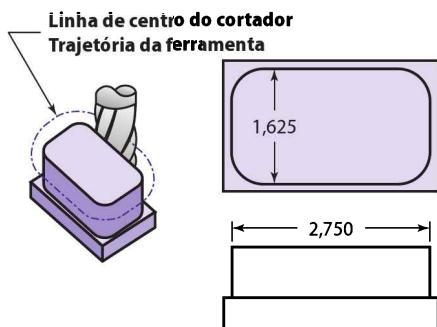

Figura 8-21 Calcule a mudança de deslocamento necessário.
2. Observe a Figura 8-21. Após a usinagem e a medição do perfil desse objeto, o operador encontrou as duas dimensões como sendo 2,7536 e 1,6286 pol. O programa com compensação da trajetória da ferramenta foi escrito para um cortador de diâmetro 0,5 pol. Qual correção de deslocamento é necessária?